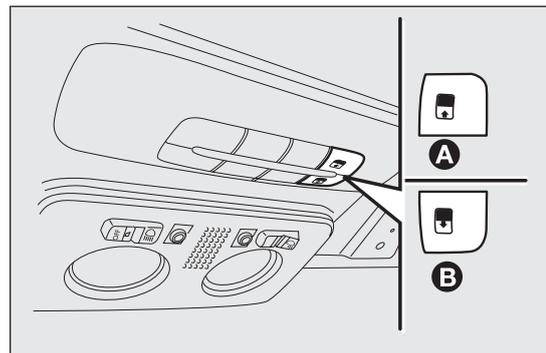

fig. 80
Para cerrarlas repetir el procedimiento inverso. El techo practicable sólo funciona con la llave de contacto en posición MAR. Los mandos A y B fig. 80 situados en el salpicadero específico al lado del plafón delantero, dirigen las funciones de apertura y cierre del techo practicable.
Pulsar el botón B fig. 80 y mantenerlo pulsado, el panel de cristal delantero se pondrá en posición "spoiler"; volver a pulsar el botón B y, pulsando el mando más de medio segundo, el cristal del techo empieza a moverse y sigue automáticamente hasta una posición intermedia (posición "Comfort").
Desde la posición de apertura completa, pulsar el botón A fig. 80 y, si se pulsa el botón más de medio segundo, el cristal delantero del techo se queda automáticamente en posición intermedia (posición "Comfort").
- pulsar el botón A fig. 80 hasta que se cierre completamente el techo. Soltar el botón;